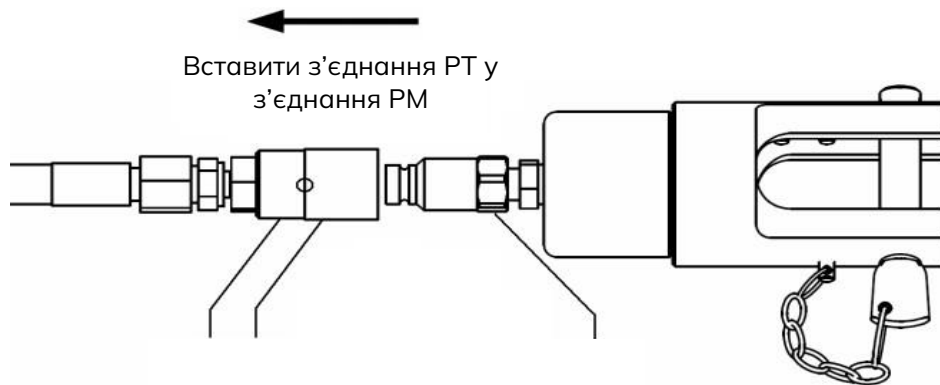

Рис. 4. Робота зі швидкокорознімними з'єднаннями
- Потягніть муфту у напрямку, показаному на рис. 4, доки з'єднувачі не роз'єднуються.